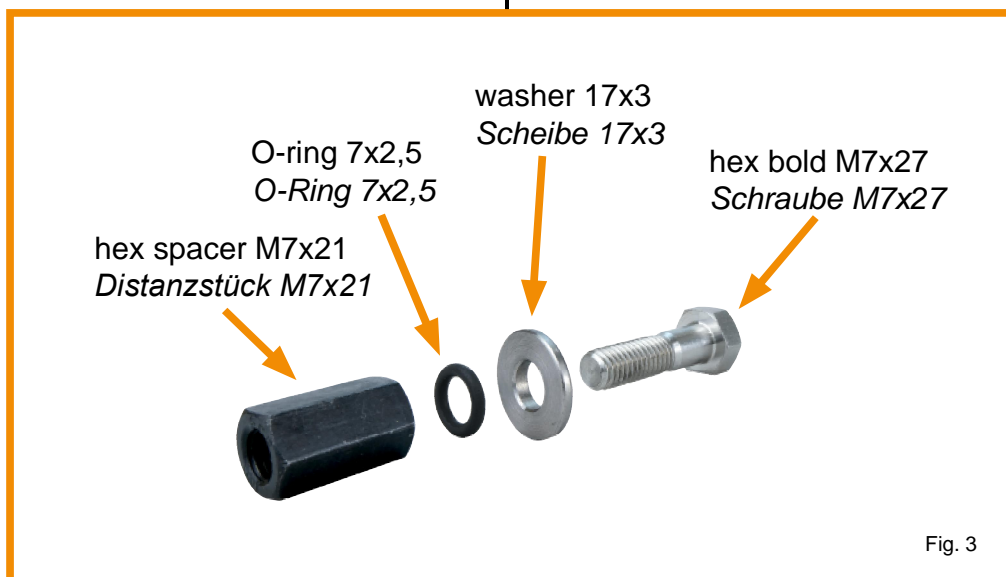

Fig. 3
- The valve covers are bolted to the cylinder head using two special M7x27 hex bolts with shank as seen in the picture (Fig.3).
- Die Befestigung der Deckel am Motor erfolgt mittels der speziellen M7x27 Schaftschrauben, die wie in der Abbildung (Fig.3) gezeigt, verwendet werden müssen.